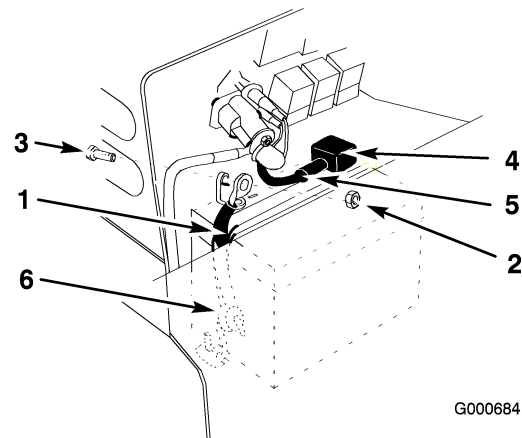

Bild 44
5. Klemmen Sie das Minuskabel (schwarz) vom Batteriepol ab (Bild 44).
6. Nehmen Sie die rote Abdeckung vom Pluskabel ab. Klemmen Sie das Pluskabel (rote Abdeckung) vom Batteriepol ab (Bild 44).
7. Entfernen Sie das Batteriebefestigungsband (Bild 44). Nehmen Sie die Batterie aus dem Traktor heraus.
2. Befestigen Sie die Batterie mit dem Befestigungsband (Bild 44).
(Bild 44). Schieben Sie die Gummiabdeckung über den Batteriepol.
4. Schließen Sie das (schwarze) Minuskabel mit der Schraube und Mutter am (-) Minuspol an (Bild 44).